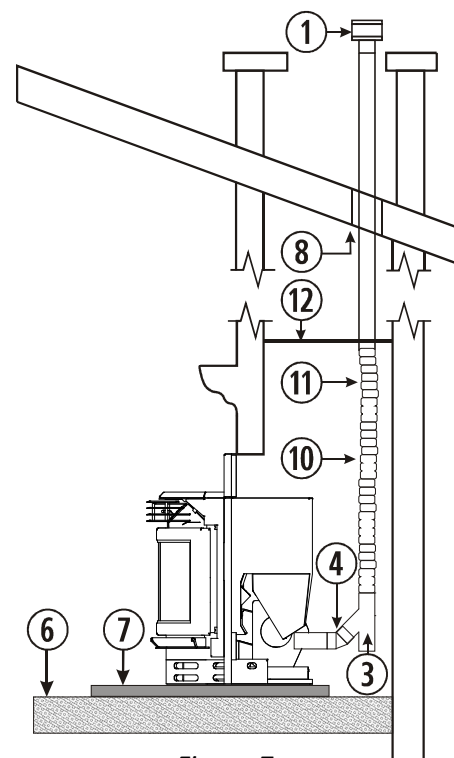

Figura 7
**4.42.** Instalar la estufa o el encastrable Eco I según la *figura 7*, teniendo especial cuidado en colocar una tapa metálica y obligatoriamente con tubo de acero inoxidable flexible en la salida de gases.
①	Sombbrero antiviento.
③	Te de 135° con registro.
④	Codo de 45°.
⑥	Suelo de madera.
⑦	Protector del suelo no combustible.
⑧	Separación de 80 milímetros.
⑩	Tubo flexible acero inoxidable.
⑪	Manguito adaptador rígido-flexible.
⑫	Tapa metálica.